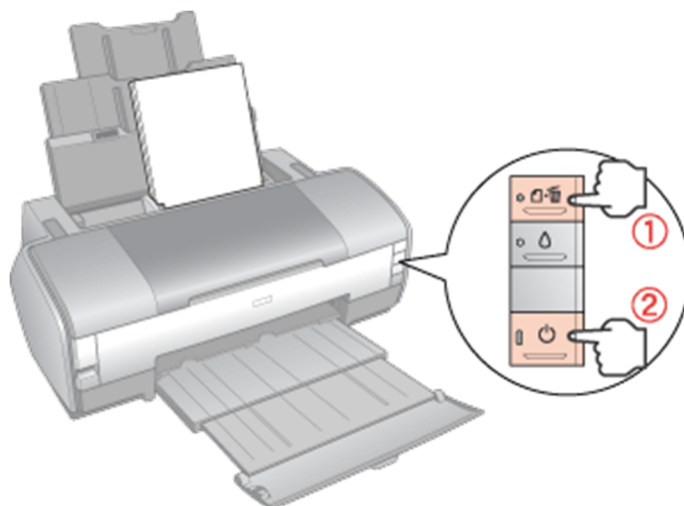

Рисунок 2.1 – Перевірка сопел друкуючої головки принтера
- одночасно натисніть і утримуйте кнопку паперу  , натискаючи кнопку живлення, щоб увімкнути принтер (див. рис. 2.1).